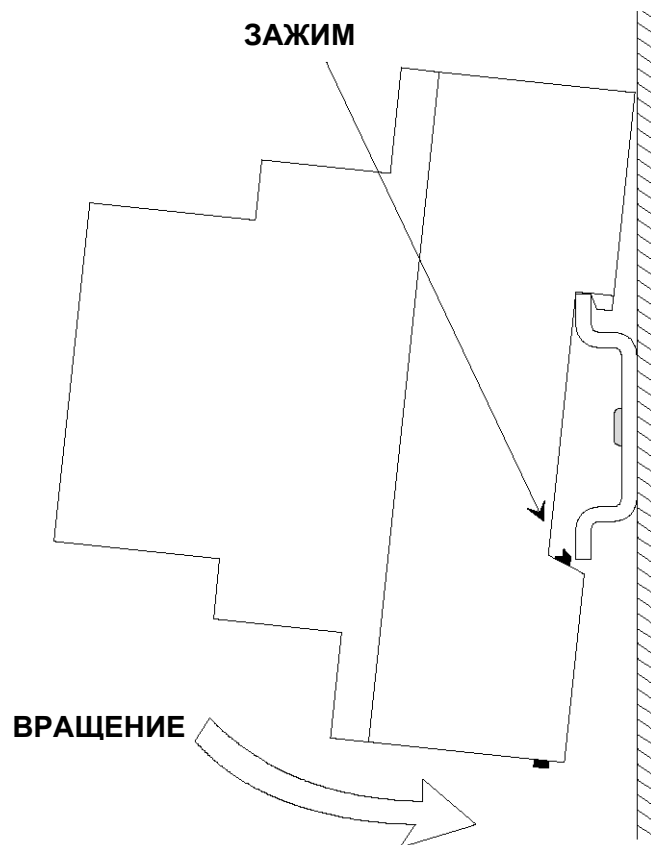

Рисунок 19. Монтаж на шине стандарта DIN
2. Надавить, пока она не зафиксируется на шине. (См. Рис.19).